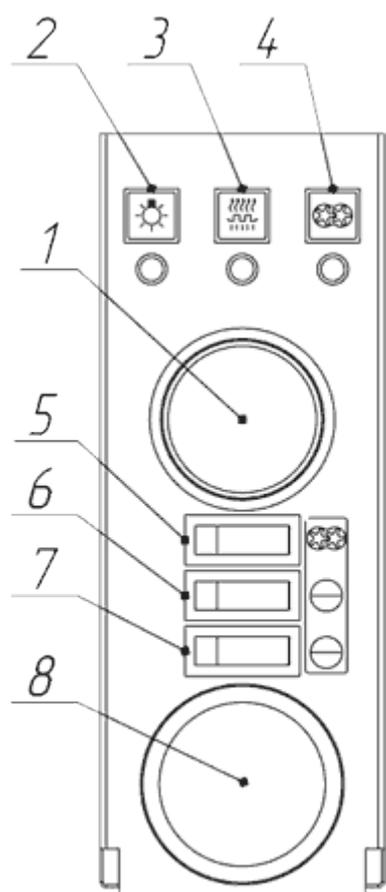

Рис.2
В нижней части водонагревателя закреплена панель управления (5) Рис.2 с установленными на неё элементами: регулятор температуры (1) с нанесенной шкалой температуры на ручке, сигнальные лампы (2,3,4), три клавишных выключателя (5,6,7) и термоманометр (8). Регулятор температуры 1 служит для регулирования температуры теплоносителя в водонагревателе. Сигнальные лампы служат для индикации наличия напряжения (2), работы ТЭН (3) и работы насоса (4).